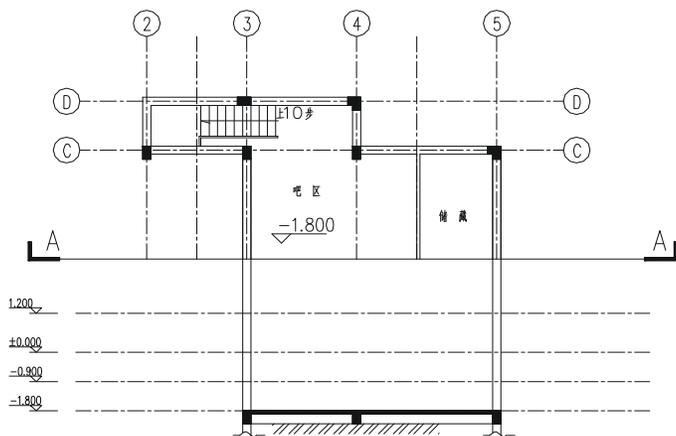
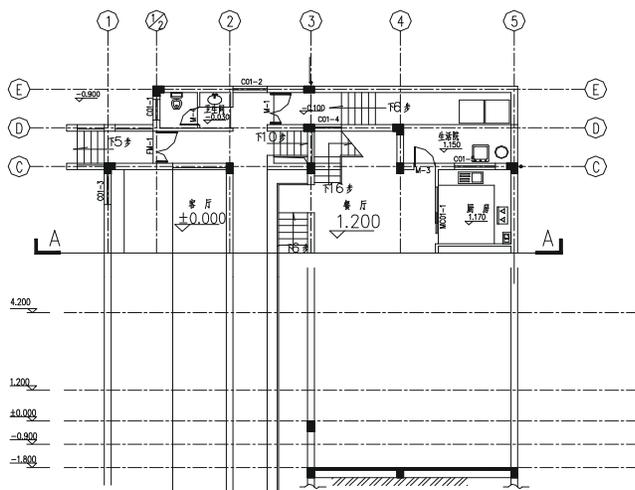

图 10-2-6
图 10-2-7
**STEP 07** 使用绘制矩形命令 RECTANG 绘制一个适当大小的矩形，并使用填充命令 BHATCH 将其填充为斜线的图案，并删除矩形，再使用绘制直线命令 LINE 和样条曲线 SPLINE 绘制出墙与地交接的符号，如图 10-2-6 所示。
**STEP 08** 使用移动命令 MOVE 将如图 10-2-6 所示的剖面部分，移到一层平面图下方并对齐中轴线，如图 10-2-7 所示。
// 单击如图 10-2-6 所示中偏移后得到的线段